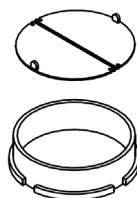

Fig.2
Hvis du ønsker at ventilatoren skal benytte avtrekk, må det brukes rør med en innvendig diameter på 120 mm. Dampen som oppstår i forbindelse med matlaging, ledes bort ved hjelp av et rør som tilkobles med en tilkoblingsring (fig. 2). Røret tilkobles en ventilasjonsåpning i veggen.
- Fest tilkoblingsringen ved ventilatorens avtrekksåpning (fig. 2).
- Koble til tilkoblingsringen ved ventilatorens avtrekksåpning (fig. 2)